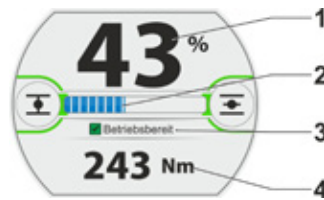

Abb. 4: Standby-Anzeige
- ‚Position+Balken+Status‘ (Abb. 4):